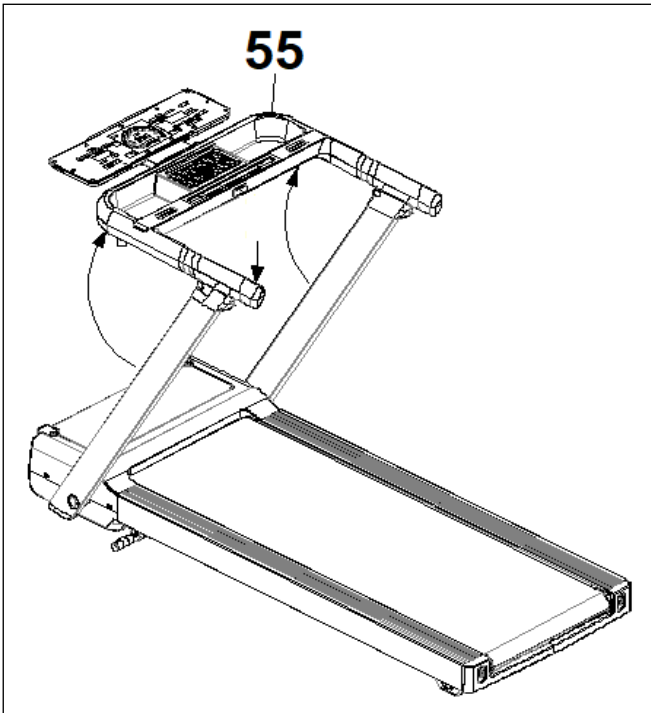

Рис. 4
3. Затем установите монитор (58) в нужное положение, рис.4.